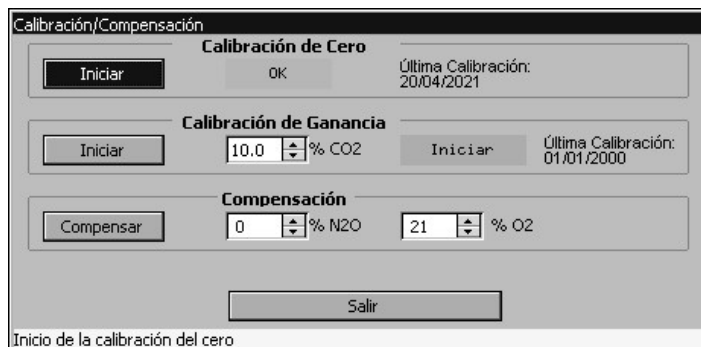
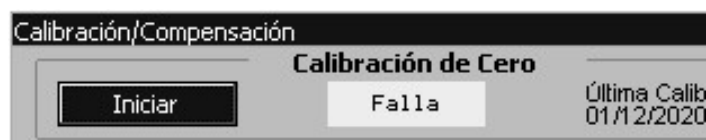

Figura 14-10 - Calibración de Cero, “OK”
Figura 14-11 - Calibración de Cero, “Falla”
- 6 Una vez finalizada la calibración, la leyenda en la barra de progreso cambiará a “OK” (figura 14.10) si la calibración finalizó con éxito o “Falla” (figura 14.11) si no se pudo realizar calibración del cero.